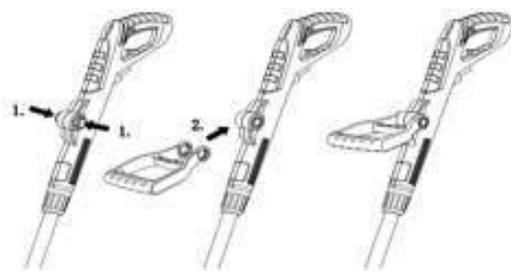

Fig.2
1. Montage de la poignée auxiliaire et réglage de l'angle. Voir la fig. 2
- A. Appuyez sur le bouton de réglage (6). (étape 1)
- B. Insérez la poignée auxiliaire (9) dans la poignée principale (8), puis relâchez le bouton de réglage (6) (étape 2)
- C. Appuyez sur le bouton de réglage (6) pour ajuster l'angle de la poignée auxiliaire à votre position préférée.